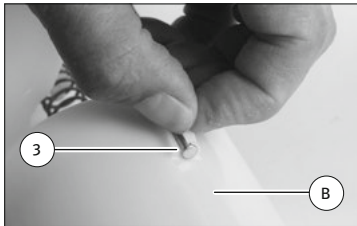

Abb. 4/ Fig. 4/ Puc. 4/ 图4
- Undo the latch (3) on both guide rods (9) and pull the guide rods out of the channels (fig. 4). Do not damage the latch.
- The old lower section (B) and the springs (2) can be disposed of.
- Défaire la pièce d'arrêt (3) des deux tiges de guidage (9) et tirer les tiges de guidage hors des guidages (Fig. 4). Ne pas endommager la pièce d'arrêt.
- L'ancienne partie inférieure (B) et le ressort (2) peuvent être éliminés.